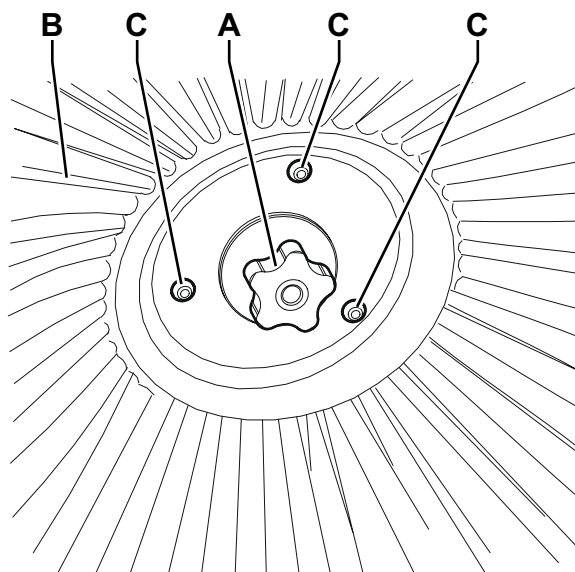

Figure 7
2. Tourner la clé de contact (2) sur «0».
3. Dévisser le pommeau (A, Fig. 7) dans le balai latéral, puis déposer le balai (B) en le dégageant des trois pivots (C).
4. Installer le nouveau balai dans la machine en l'engageant dans les pivots (C), puis visser la poignée (A).